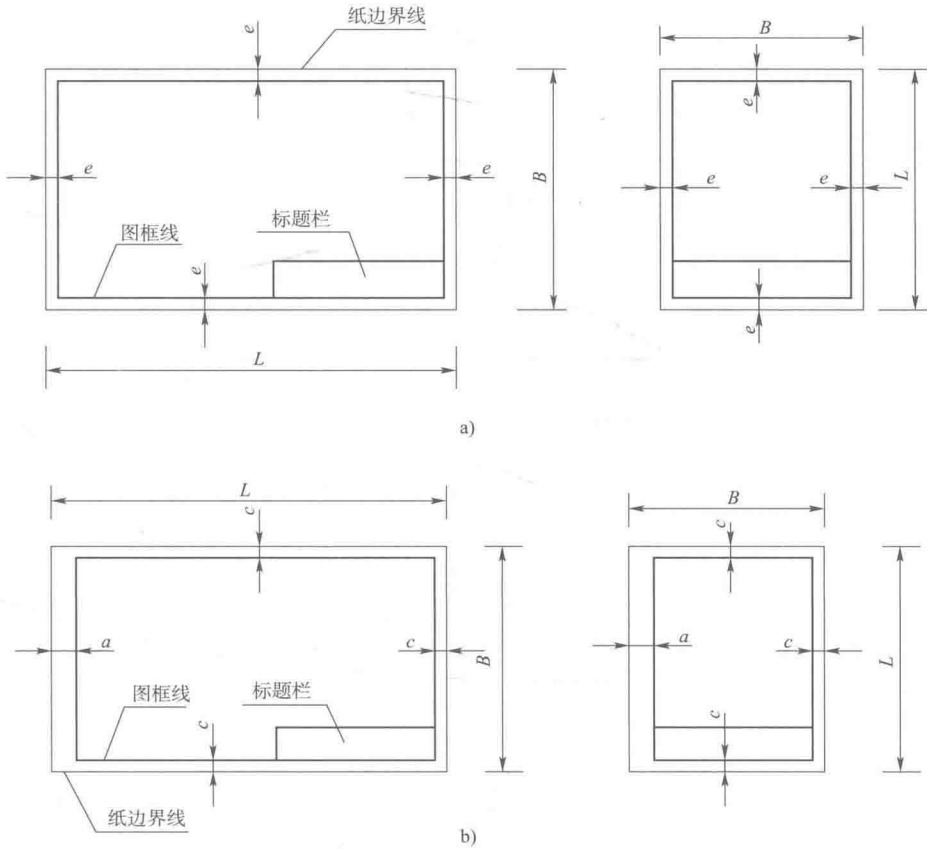

图 2-1-1 图框格式
(2) 图框的格式。各种幅面的图纸均应用粗实线画出图框。图框有两种格式,即不留装订边和留有装订边,如图 2-1-1 所示。应优先选用不留装订边的格式。
(3) 标题栏(GB/T 10609.1—2008)。为使绘制的图样便于管理及查阅,每张图样都必须有标题栏。通常标题栏应位于图框的右下角,看图的方向应与标题栏的方向一致,如图 2-1-1 所示。